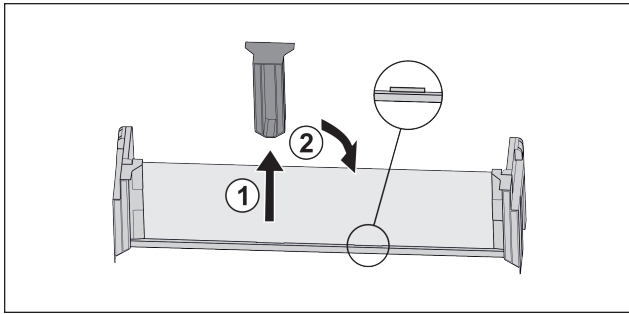

Fig. 20
- Витягнути середню деталь для підтримки Fig. 20 (1).
- Вставити середню деталь для підтримки на друге положення Fig. 20 (2).